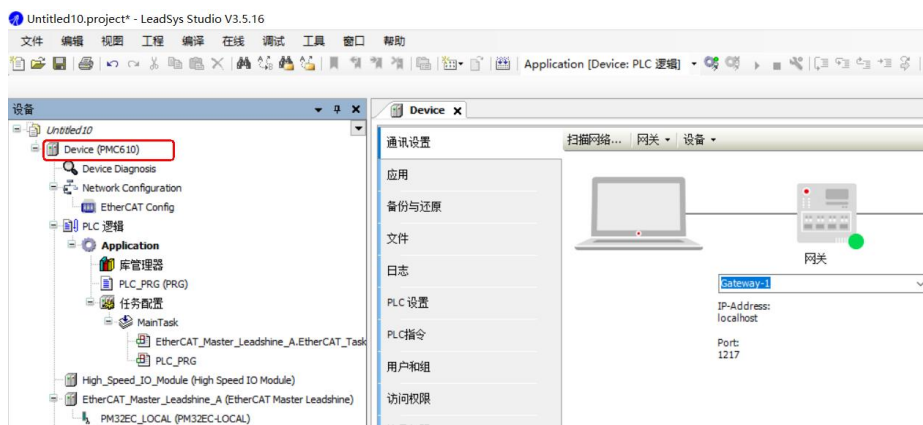

图 14.11 设置 PLC 的型号
- a) 新建或打开一个工程，型号与实际连接的 PLC 型号一致，如图 14.11 所示；